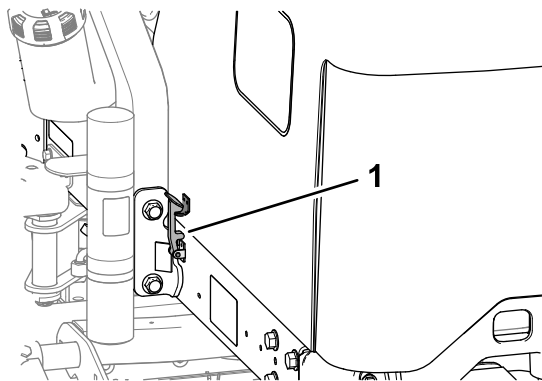

Figura 58
2. Rotii capota în sus i în spate (Figura 58).